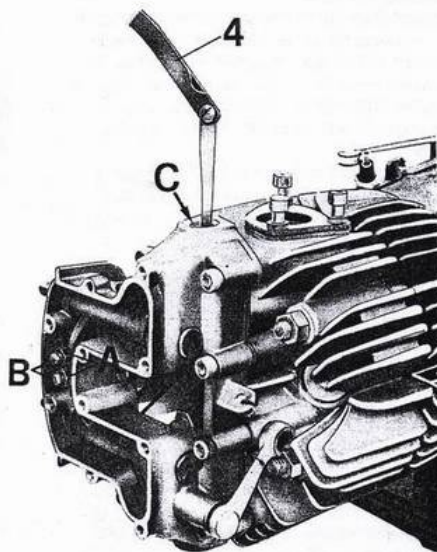
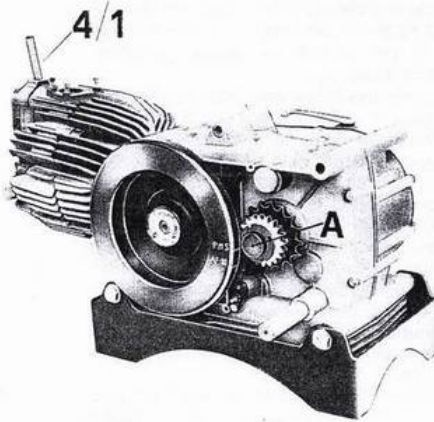

Abb. 61
Abb. 63
EINSTELLUNG DES SPIELS ZWISCHEN VENTILEN UND KIPPHEBELN (siehe Abb. 61)
Die Kontrolle des Spiels wird unter Verwendung der Fühlerlehre Nr. 129090 (4 aus Abb. 61) durchgeführt, welche durch die Bohrung C zwischen Ventil und Kipphebel eingeführt wird. Das genaue Spiel liegt vor, wenn die Lehre, während man die Einstellschraube dreht, leicht schwergängig wird. Man bedenke, daß die Stoßelarbeit geräuschvoll wird, wenn das Spiel größer als vorbestimmt ist. Ist das Spiel kleiner, schließen die Ventile schlecht oder verziehen und können Fehler wie Kompressionsverlust ermöglichen, mit der Folge geringen Wirkungsgrades des Motors, schnellen Verschleißes der Ventile und Ventilsitze und Überhitzung des Motors, usw.
KONTROLLE DER STEUERUNGSEINSTELLUNG (s. Abb. 61, 63, 113/1)
- Herausdrehen der Einstellschraube (B in Abb. 61) am Einlaßkipphebel, es wird eine 2 mm-Fühlerlehre (4/1 in Abb. 63) zwischen Ventilschaft und Kipphebel eingeführt. Das genaue Spiel liegt vor, wenn die Fühlerlehre leicht schwergängig wird, während man auf die Einstellschraube (B aus Abb. 61) einwirkt;
- das Schwungrad wird erneut im Uhrzeigersinn gedreht (350 Grad), bis das am Schwungrad angebrachte Zeichen AF 10 mit der Zentrierungsbohrung (A in Abb. 63) übereinstimmt.
- die Einstellschraube (B aus Abb. 61) wird nach Lösen der Mutter (A aus Abb. 61) am Einlaßkipphebel herausgedreht, es wird eine 2 mm-Fühlerlehre (4/1 aus Abb. 63) zwischen Ventilschaft und Kipphebel eingeführt. Das genaue Spiel liegt vor, wenn die Fühlerlehre schwergängig wird, während man auf die Einstellschraube (B aus Abb. 61) einwirkt;
Um genau den Punkt bestimmen zu können, an dem das Öffnen des Einlaßventils beginnt, muß das Schwungrad feinfühlig so weit gedreht werden, bis man eine Schwergängigkeit des Rades bemerkt. An diesem Punkt ist zu kontrollieren, daß die Zeichen AF 10 am Schwungrad und die Zentrierungsbohrung A aus Abb. 63 am Klauenring bzw. der Pfeil A am Werkzeug (32 aus Abb. 113/1) übereinstimmen. Sollten die beiden Zeichen nicht übereinstimmen, muß das Kurbelwellenzahnrad abmontiert, das Rad gedreht und um so viele Nuten versetzt werden, bis die beiden Zeichen übereinstimmen.